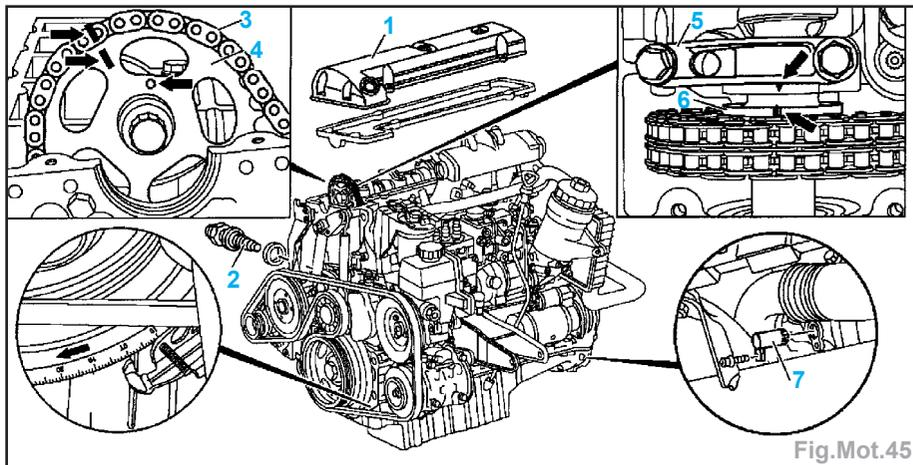

Fig.Mot.45
- le couvercle de la culasse (1) (Fig. Mot.45).
- Marquer la position de la chaîne de distribution (3) par rapport à la roue de l'arbre à cames (4) (flèches).
- Monter le blocage de rétention (7) pour le vilebrequin/couronne de démarrage.
- Démontez le tendeur de chaîne (2).